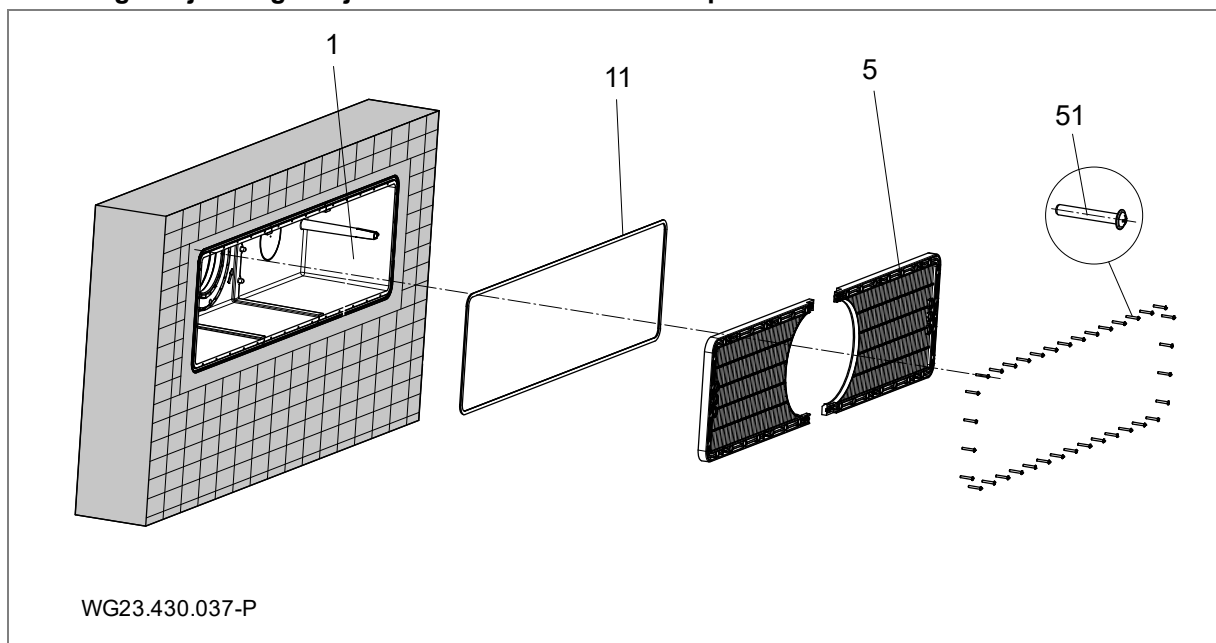

Abb. 8
Za brtvljenje prema betonskoj stijenci preporučuje se izraditi prsten od epoksidne smole / kvarcnog pijeska duž čitavog oboda na vanjskoj stijenci kućišta (1) na strani bazena. Pogledajte "Abb. 8" na stranici 17